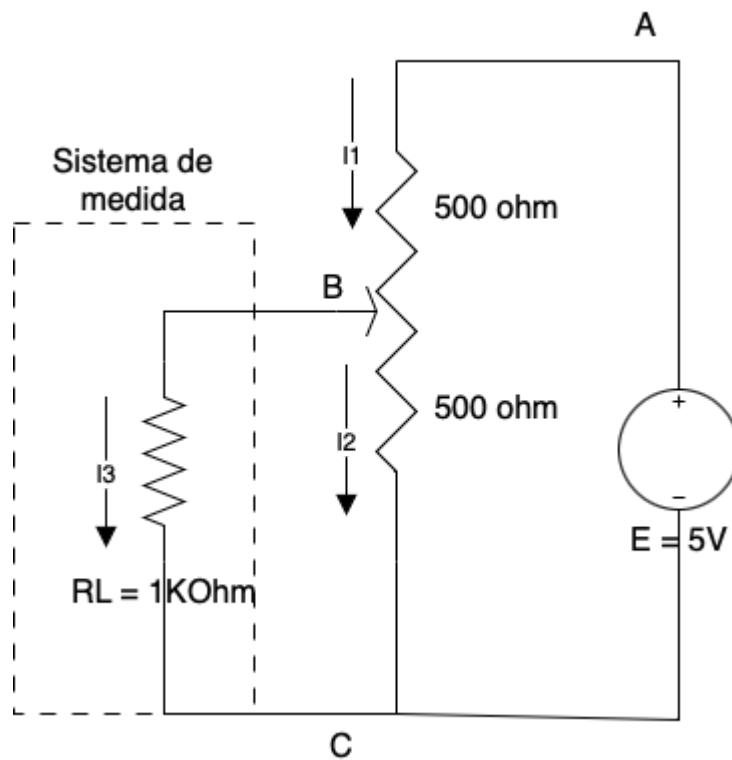

Figura 1. La resistencia de carga del sistema de medición es 1kOhm
- e. En el diseño de la Figura 1., se implementó un circuito que consta de un potenciómetro lineal para medir el arco en la elevación del respaldo de las camas de hospital, ángulo apropiado para los pacientes. Una fuente de 5 V fue utilizada y la longitud del potenciómetro es de 5 cm. El sistema de medida usado para testear la configuración del arco tiene una impedancia de entrada  $R_L = 1k \text{ Ohm}$ . Asumiendo que la perilla está en el medio del potenciómetro, cuyo valor es de 1000 ohm. ¿Cuál es la sensibilidad del sistema potenciométrico? ¿Cuál es el error en la medición de voltaje causado por el bajo valor de la impedancia de entrada? OPCIONAL